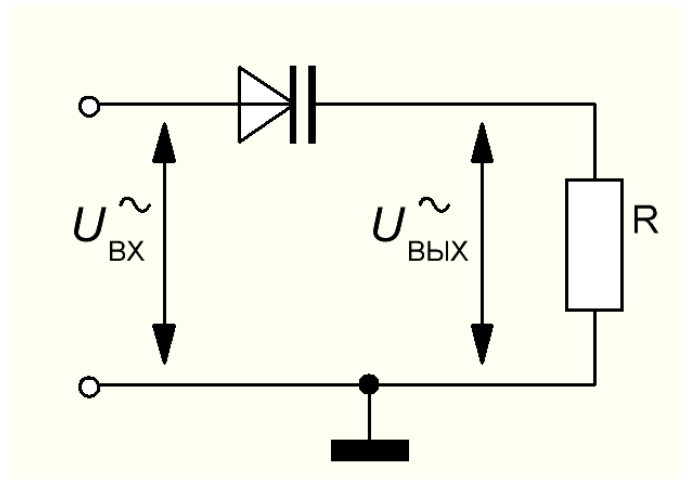

Рис. 5.3
- Соберите цепь согласно принципиальной схеме (Рис. 5.3) для снятия осциллограммы с варикапа  $R = 10\text{кОм}$ . На вход подайте переменное напряжение частотой порядка 50- 60 Гц. Первый канал подключите на вход, второй на выход.